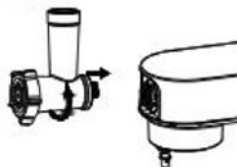

Abb. 3
3. Drücken Sie den Entriegelungsknopf an der Vorderseite des Geräts, halten Sie das Gehäuse M3 des Fleischwolfs fest, verbinden Sie es mit der Antriebswelle der Frontöffnung und drehen Sie es gegen den Uhrzeigersinn, bis es einrastet. (Abb. 3)